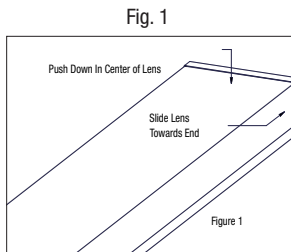

Fig. 2
2. Pour retirer la lentille du luminaire, commencez par une extrémité du luminaire en poussant la lentille par le centre vers le bas. Tout en abaissant la lentille, glissez doucement la lentille vers l'extrémité à enfoncer (Fig. 1). Il y a une languette sous laquelle la lentille doit glisser pour lui permettre d'être retirée (Fig. 2). L'autre côté de la lentille sera dégagé du boîtier et vous pourrez l'enlever.